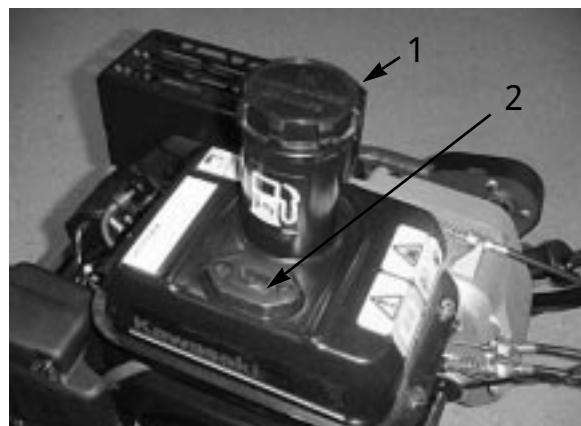

図9
1. 燃料キャップ（図9）は周囲を拭いてから外す。無鉛ガソリンをフィルタ・スクリーンの下まで給油する。入れすぎ厳禁。